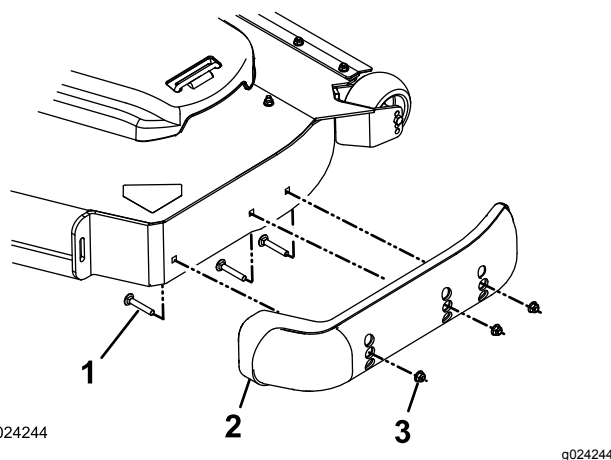

Figura 37
3. Retire los pernos de cuello cuadrado y las tuercas de cada patín (Figura 37).